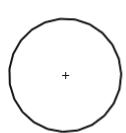

图 3-81 草图
- 打开初始文件“Z3L8.prt”，编辑草图，草图如图 3-81 所示。